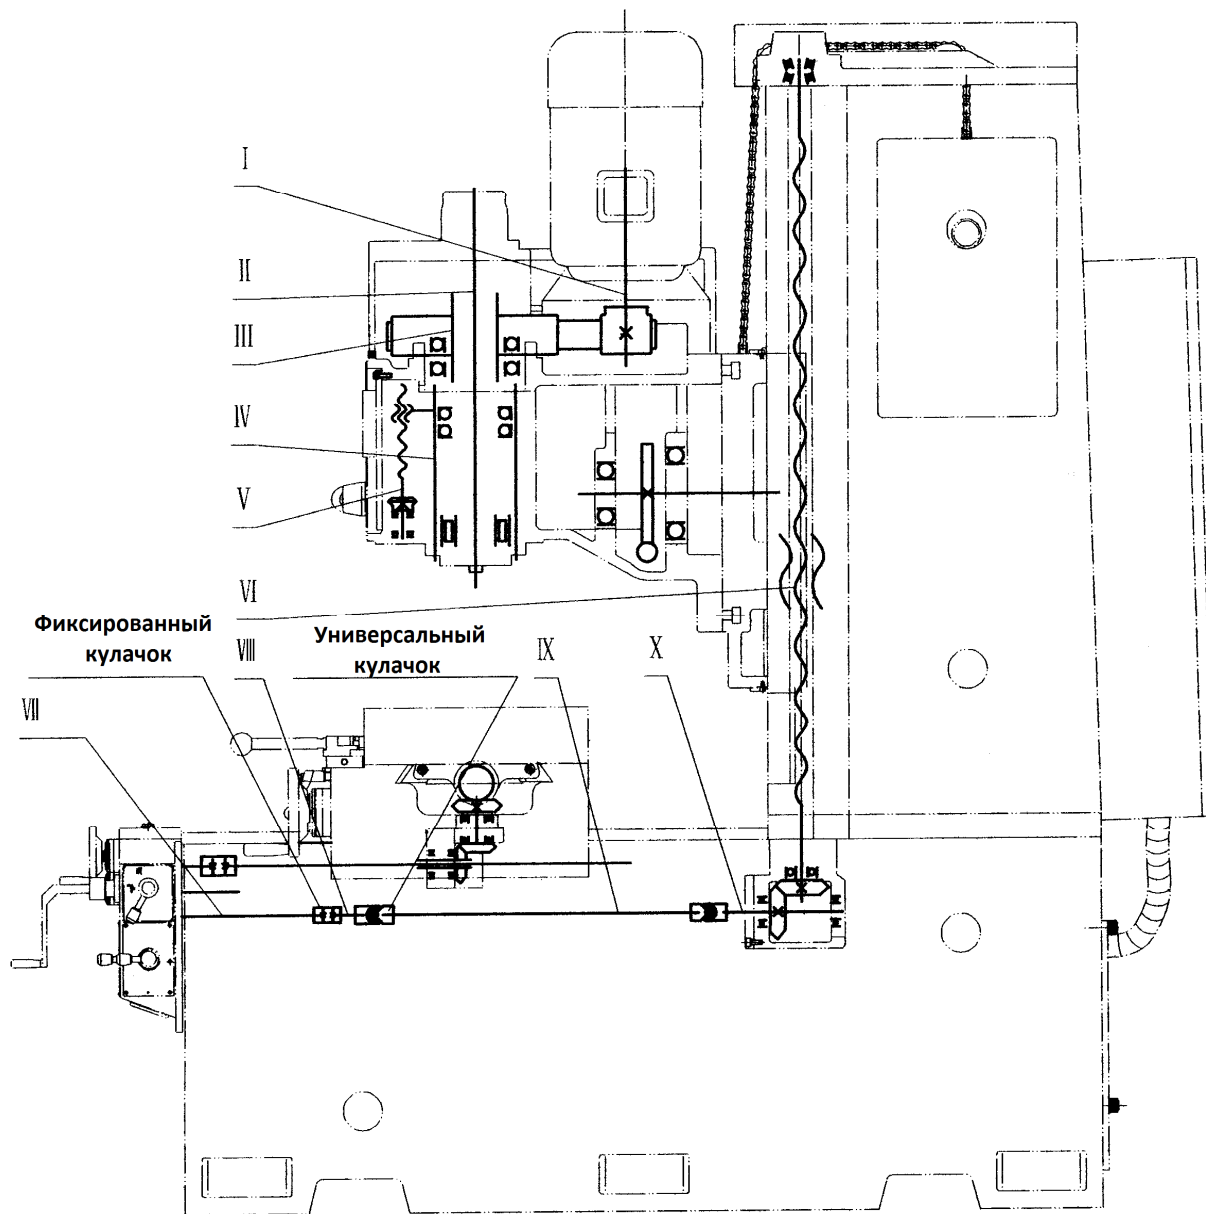
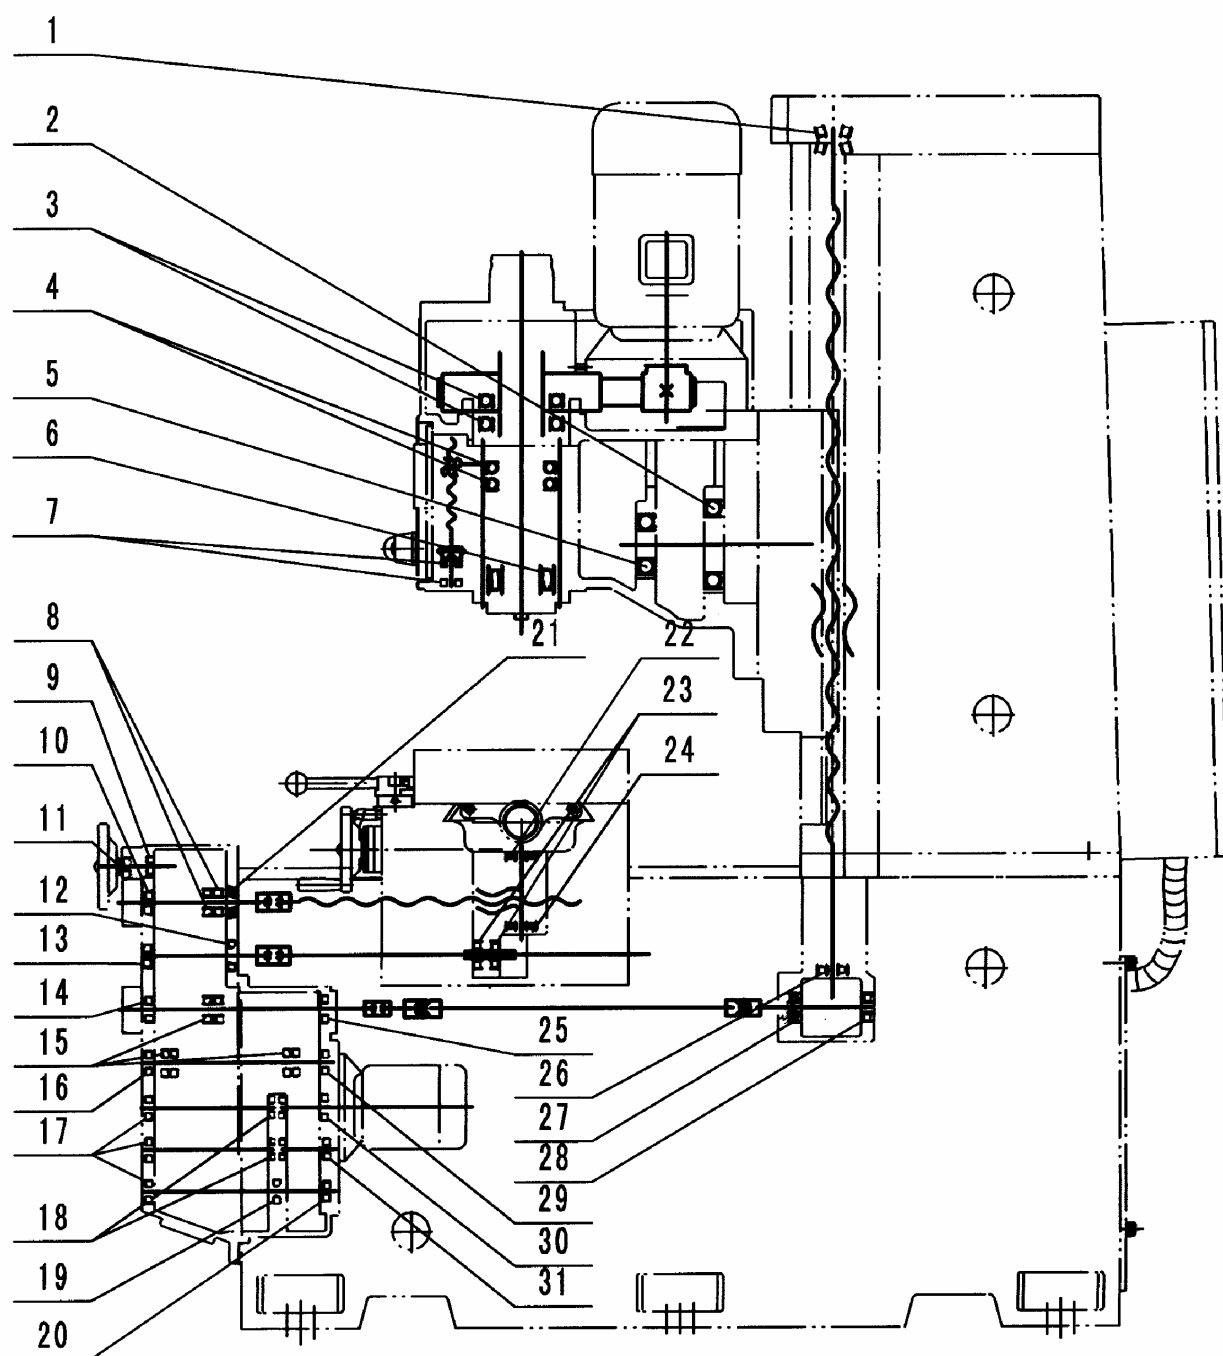

Рис.2
Рис. 3
1. Система главной трансмиссии (см. рис. 2, рис. 2 продолжение, Рис. 3, Рис. 3 продолжение).
Ручная подача пиноли через маховик подачи рабочего вала XIII. Через двойные конические шестерни для приведения в действие ходового винта V, который перемещает гайку с пинолью IV вверх и вниз (см. рис. 2, рис. 2 доп.).
2. Подача шпиндельной бабки и система трансмиссии (см. рис. 2)
3. Система поворота шпиндельной бабки (см. рис. 2)
4. Система трансмиссии подачи стола (см. рис. 2 «Продолжение»).
Рис. 2 продолжение
Рис. 3 продолжение